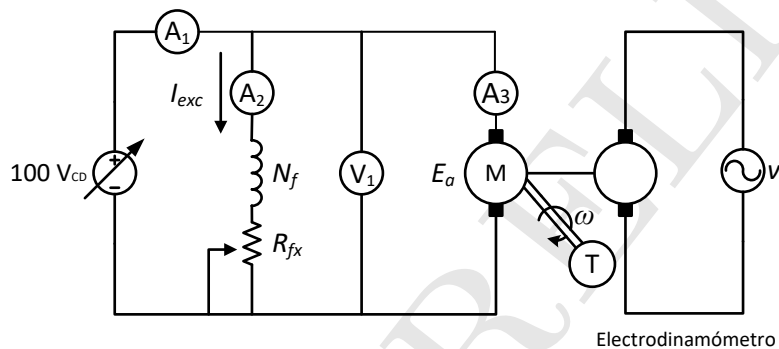

Figura 3: Motor de CD con un electrodinamómetro acoplado.
- Conectar el motor en derivación (*shunt*) acoplado a un electrodinamómetro (Figura 3), con un voltaje de 100 V_{cd} , un par pequeño (10% del par nominal) y registrar los valores medidos de voltaje, velocidad y corriente de excitación especificados en la Tabla 3.